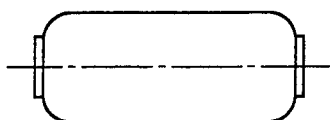

Fig. 5-5
- 3) Gently turn the guide rollers on both sides until the envelope becomes as shown in Fig. 5-5.
- 3) 両側のガイドローラーを少しずつ調整して、エンベロープを Fig. 5-5 のような形状にする。